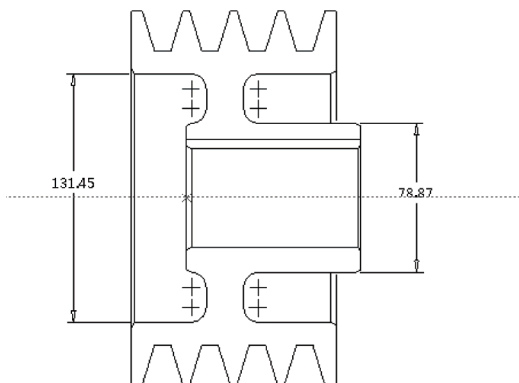

图 4-43 打开模型文件
STEP 01 单击快速访问工具栏中的“打开”按钮 ，打开模型文件，如图 4-43 所示。